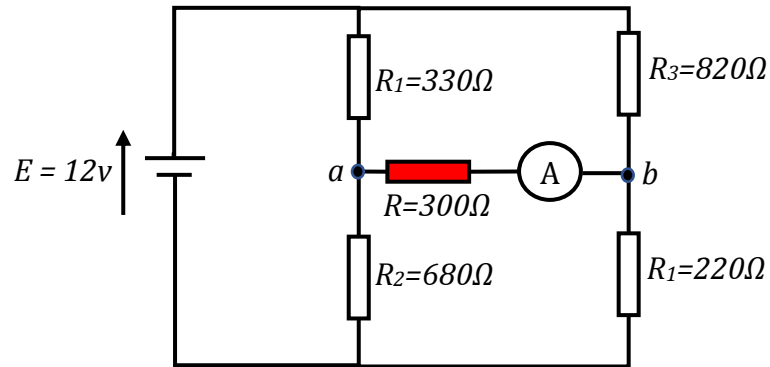

Figure. 2
En utilisant le circuit suivant (Figure. 2) :
- Réaliser le montage de la figure 2.